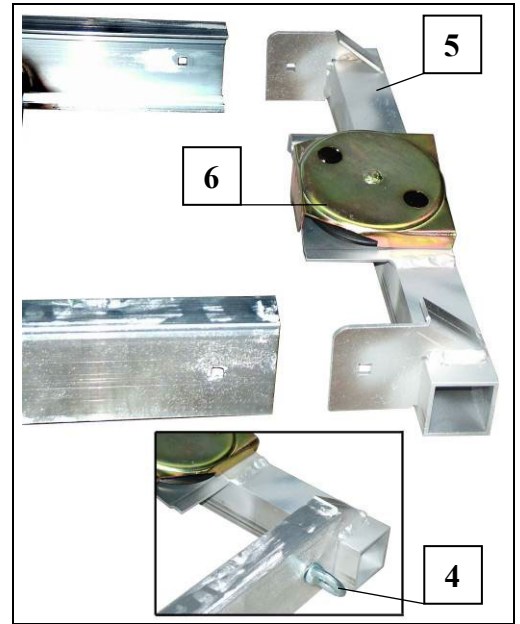

Fig. 19 Kopstuk monteren
- Aan het uiteinde van het ladderdeel het kopstuk (5) erop zetten en vastschroeven. - De kabelschijf wijst naar boven (zie Fig. 19).